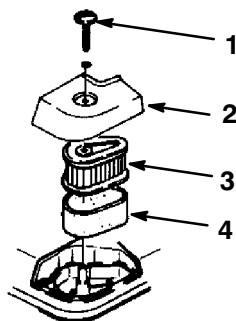

Bild 16
3. Schrauben Sie die Verschlusschraube vom Luftfilterdeckel ab (Bild 16).
4. Entfernen Sie den Luftfilterdeckel und reinigen ihn gründlich (Bild 16).
5. Entfernen Sie den Schaumvorfilter und waschen ihn in milder Seifenlauge. Löschen Sie ihn dann trocken (Bild 16).
7. Entfernen und entsorgen Sie den Papierfilter (Bild 16).